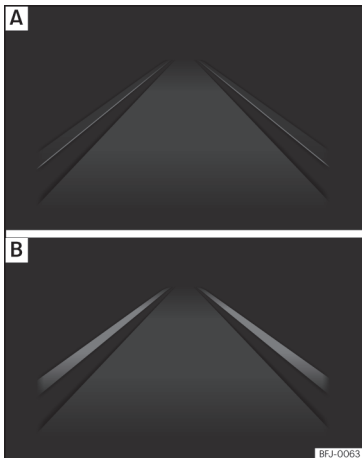

Abb. 271 Im Display des Kombiinstrumentes: Anzeige im Display des Spurhalteassistenten (Beispiel 1).
- **Abb. 271 [A]:** System aktiv, aber nicht verfügbar, da die Mindestgeschwindigkeit nicht erreicht ist oder das System die Fahrbahnmarkierung nicht erkennt.
- **Abb. 271 [B]:** System aktiv und verfügbar, beide Begrenzungslinien erkannt. In diesem Augenblick wird die Fahrtrichtung nicht korrigiert.